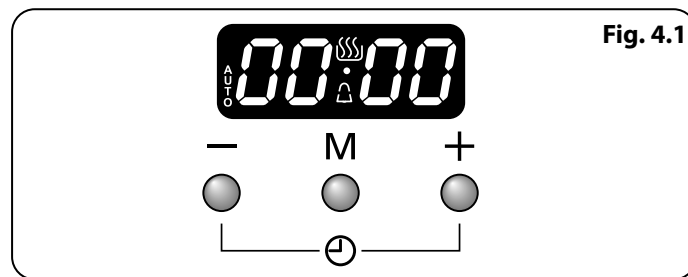

Fig. 4.1
1. L'horloge LCD est présentée en (**Fig. 4.1**). Une fois la cuisinière connectée et allumée, l'écran clignote (00.00) et l'heure débute à (00.00).